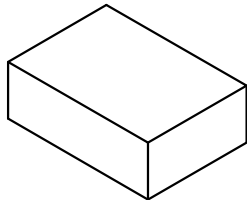

图3 内盒包装
- 2: 如图3, 每内盒装6小袋, 装盒后贴上物料标签, 数量为6X200pcs。